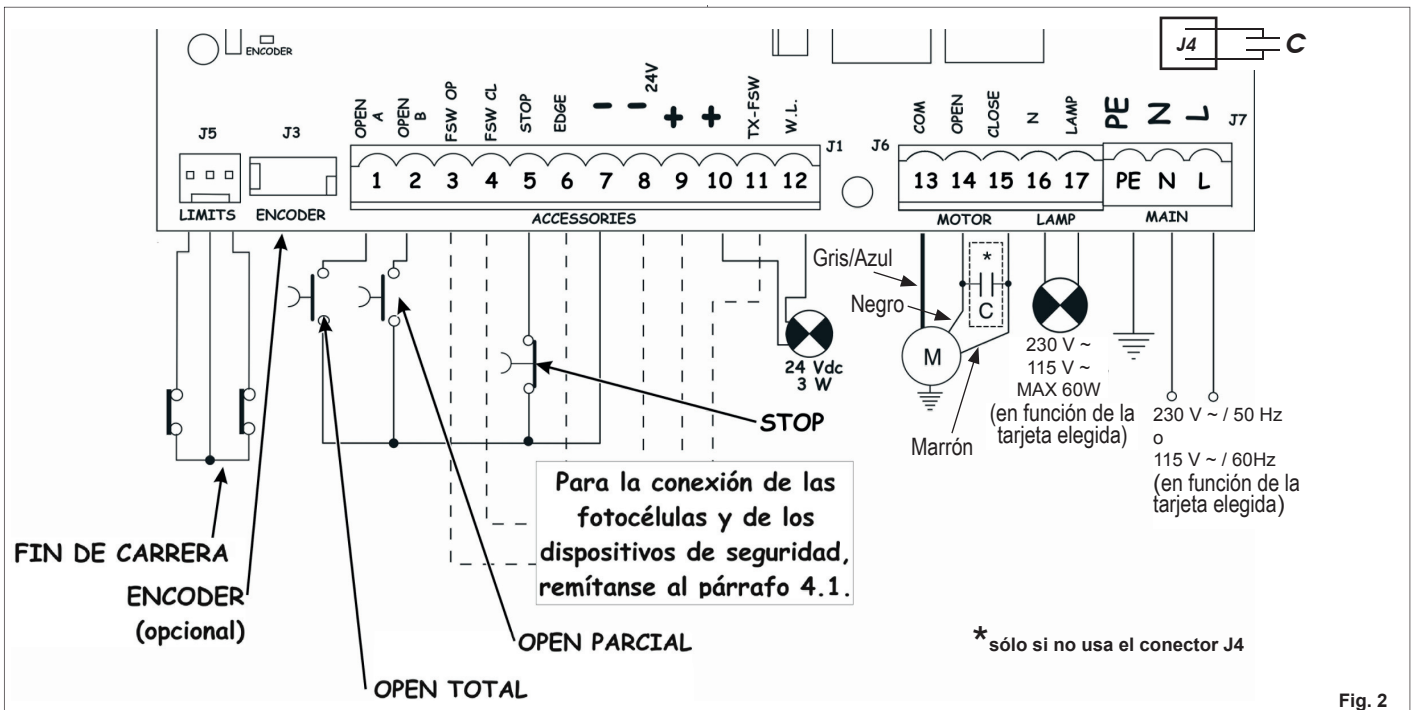

Fig. 2
4.2. Regleta de bornes J7 - Alimentación (fig. 2)	pág.4
4.3. Regleta de bornes J6 - Motores y destellador (fig. 2)	pág.4
4.4. Regleta de bornes J1 - Accesorios (fig. 2)	pág.4
4.6. Conector J6 - Acoplamiento rápido Fin de carrera (fig. 2)	pág.5
4.7. Conector J3 - Acoplamiento rápido Encoder (fig. 2)	pág.5
Conecten el cable de tierra al específico borne previsto en el conector J7 del equipo (véase fig.2).
4.2. Regleta de bornes J7 - Alimentación (fig. 2)
4.3. Regleta de bornes J6 - Motores y destellador (fig. 2)
4.4. Regleta de bornes J1 - Accesorios (fig. 2)
4.6. Conector J6 - Acoplamiento rápido Fin de carrera (fig. 2)
Esta entrada está preparada para la conexión rápida de los fines de carrera de apertura y de cierre que pueden mandar la parada de la hoja, o bien el inicio de la deceleración, o bien el frenado (véase programación avanzada Cap. 5.2.). En los motorreductores donde está prevista la central incorporada, esta conexión ya está precableada en serie (fig. 2). Para la dirección de apertura de la hoja, véase programación avanzada Cap. 5.2.
4.7. Conector J3 - Acoplamiento rápido Encoder (fig. 2)